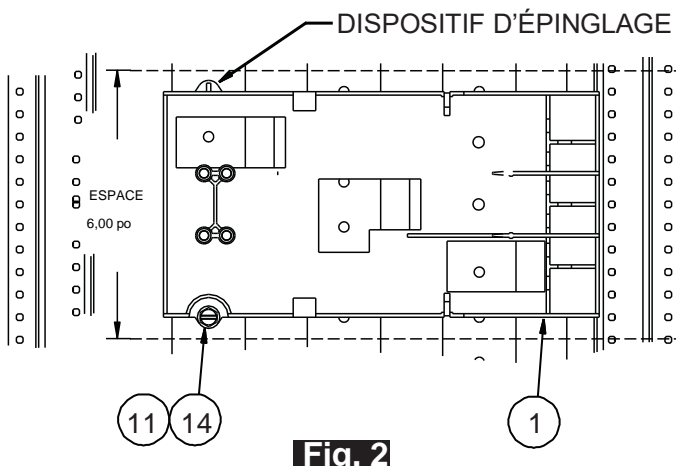

Fig. 2
5. Placez la barrière supérieure (article 1) verticalement centrée dans l'espace de 6 po, en utilisant le dispositif d'épinglage situé à l'arrière de la barrière supérieure. Fixez-la ensuite à la barre omnibus avec la vis 1/4 po-20 x 1/2 po (article 11) pour la barre omnibus de phase à simple laminage ou la vis 1/4 po-20 x 1 po (article 14) pour la barre omnibus de phase à double laminage. Ne serrez pas à ce moment. (Reportez-vous à la Fig. 2)